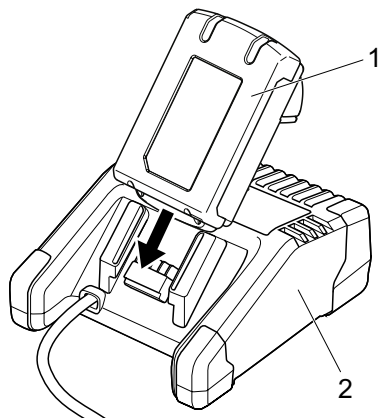

Fig. 10 : Chargement de la batterie
1. Connectez le chargeur (Fig. 10/2) à une alimentation électrique.
2. Reliez la batterie (Fig. 10/1) au chargeur de batterie.
3. Retirez la batterie (Fig. 10/1) du chargeur de batterie dès qu'elle a atteint l'état de charge souhaité.
4. Après la charge, débranchez le chargeur de batterie (Fig. 10/2) de l'alimentation électrique.